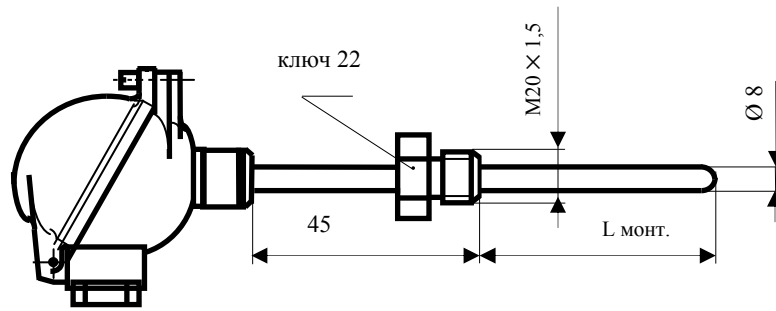

Рисунок 1. Платиновый термопреобразователь ТСП 001 модель 1
- Внешний вид и основные размеры термопреобразователя представлены на рис. 1–3.